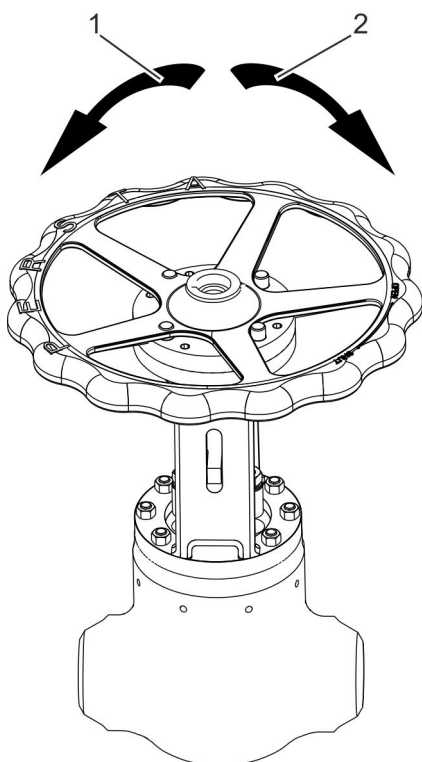

Abb. 14: Armatur: Draufsicht
1. ➤ Armatur durch Drehen des Handrads gegen den Uhrzeigersinn (Abb. 14/1) vollständig öffnen.
2. ➤ Armatur durch Drehen des Handrads im Uhrzeigersinn (Abb. 14/2) vollständig schließen.